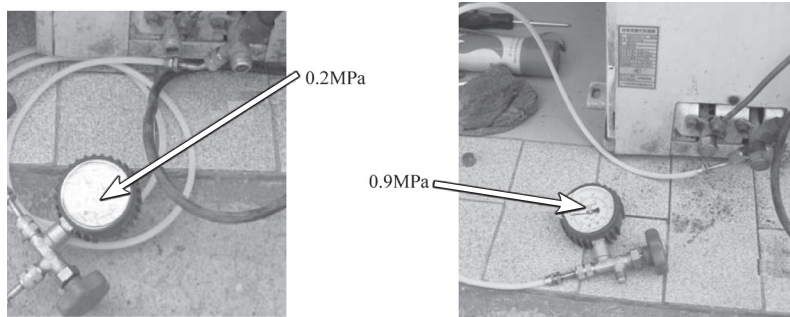

图 5-75 测系统压力
3) 在三通阀检修口接上压力表测量系统压力，表压显示 0.2MPa，关机静态压力为 0.9MPa，如图 5-75 所示，这表示系统缺制冷剂。